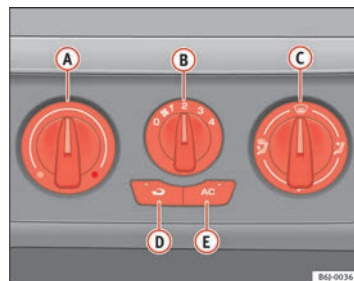

Fig. 90 Sulla plancia portastrumenti: i comandi dell'aria condizionata
- I comandi $\Rightarrow$ fig. 90 A e C e la manopola B servono a regolare la temperatura, a selezionare il livello di potenza del ventilatore e ad indirizzare il flusso d'aria.